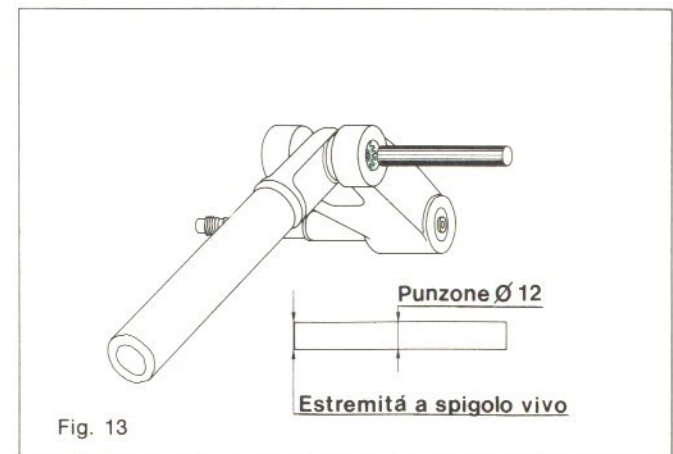

Fig. 13
**Smontaggio delle due rosette d'incuneamento** (Fig. 13).
— Impiegare un apposito punzone delle dimensioni indicate in fig. 13; agire con colpi di mazzuolo fino allo schiacciamento della rosetta d'incuneamento ed estrarla con l'aiuto di una punta. Ripetere l'operazione, impiegando il punzone sul lato opposto a quello rappresentato in fig., per la seconda rosetta.